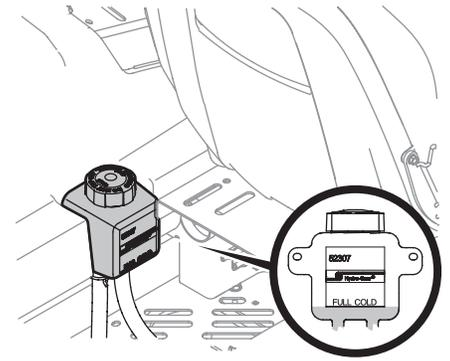

Figure 4-5
1. Basculez le siège du conducteur vers l'avant et nettoyez le bouchon du réservoir et la zone autour du bouchon afin que les débris ne contaminent pas l'huile. Voir Figure 4-5.
2. Tournez le bouchon dans le sens anti-horaire pour le retirer, puis vérifiez le niveau d'huile. Il doit y avoir de l'huile au fond de la cuvette, cependant le niveau d'huile NE doit PAS dépasser la marque PLEIN FROID (FULL COLD). Voir Figure 4-5. NE REMPLISSEZ PAS CE RÉSERVOIR.